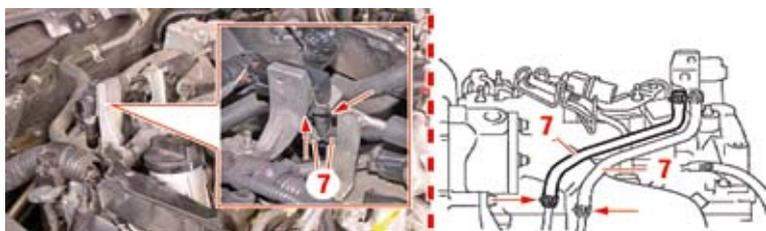

Fig. 35
- Suelte los manguitos **(7)** del sensor de presión y los conductos de toma de presión (Fig. 35).